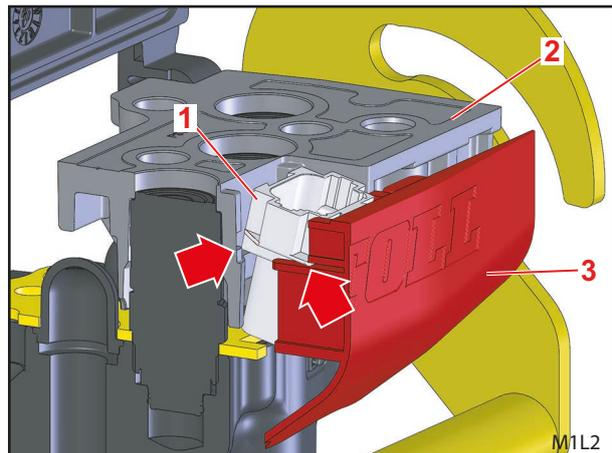

Рис. 10 Установка нижнего узла Hydro-Fix – электрический штекерный разъем и крышка
- (6) Надвиньте нижний узел Hydro-Fix на клапан (не до конца вниз).
- (7) Немного наклоните электрический штекерный разъем, чтобы он при соединении крышки и верхнего узла Hydro-Fix скользил по направляющим и опорам (см. стрелки на Рис. 10).
- (8) Полностью надвиньте крышку и одновременно с этим осторожно надавите на нижний узел Hydro-Fix.
- (9) Закрепите нижний узел Hydro-Fix 5 винтами M8x45.